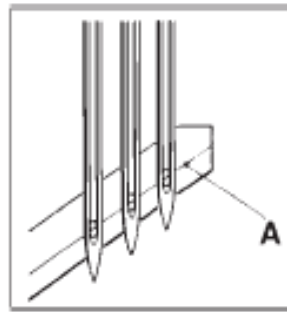

Fig. 10
When Needles are at their lowest position, the line (A) of rear Needle Guard is set with the center of needle eyes.(Fig. 10)
Cuando las Agujas estan en su posición más baja, la línea (A) del Guarda Agujas Posterior es alineada con el centro de los ojos de las agujas (Fig. 10).